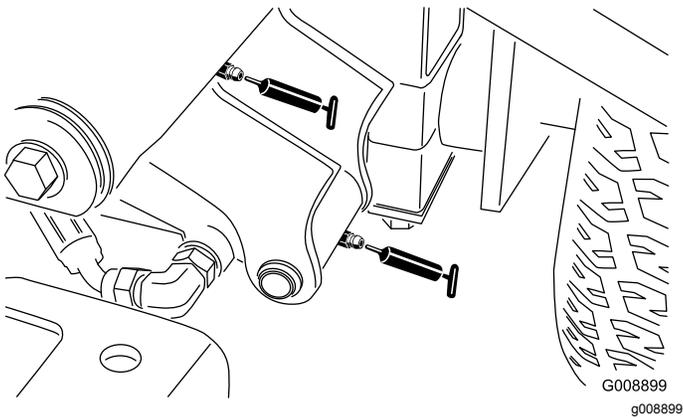

Figura 54
- Pivote y cilindro de elevación del brazo de elevación delantero izquierdo (2) (Figura 54)